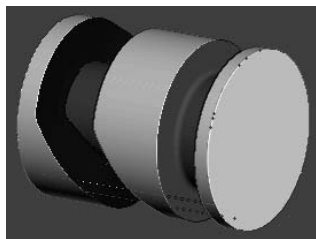

图 4-71 仿真加工结果
2) 在“仿真”工具栏的“当前刀具路径”下拉列表中选择要模拟的刀具路径 finish3，然后单击“执行”按钮, 系统开始自动仿真加工，仿真加工结果如图 4-71 所示。